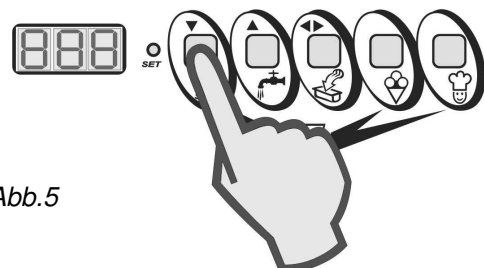

Abb. 5
8. Um die Programmierung zu verlassen und die Änderungen zu speichern, drücken Sie die Taste **“STOP”** (Abb. 5)..